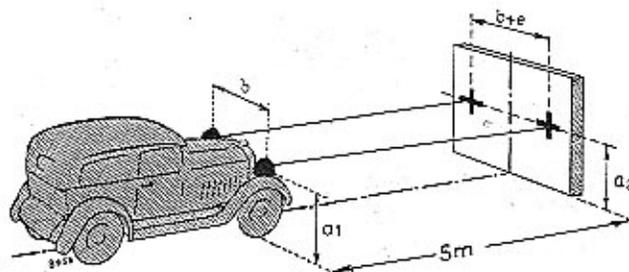

Bild 22 Einstellen der Scheinwerfer
1. Fahrzeug auf ebenem Platz in 5 m Entfernung vor einem weißen Schirm (Hauswand oder Garagentür) so aufstellen, daß die Längsachse des Fahrzeuges senkrecht zum Schirm verläuft (Bild 22).